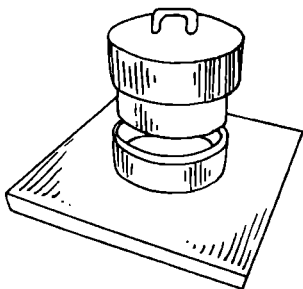

Рис. 48. Печная вьюшка
*Печные вьюшки* (рис. 48) выполняют ту же функцию, что и задвижки. Вьюшка — это чугунная рамка с отверстием, которое перекрывается крышкой с блинком. Крышка перекрывает отверстие сверху, а блинок заходит вовнутрь. Благодаря этому обеспечивается плотность закрывания дымового канала. Часто на одном дымовом канале совмещают задвижку с вьюшкой.